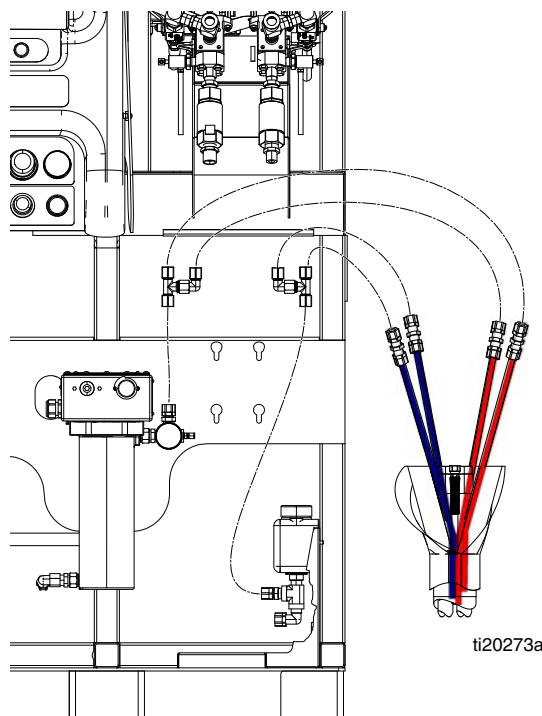

FIG. 19
3. Raccordez les deux tubes rouges dans le faisceau sur le tuyau en T sur le tuyau rouge à l'avant de la machine. Faites la même chose pour les tuyaux bleus. Consultez la FIG. 19.